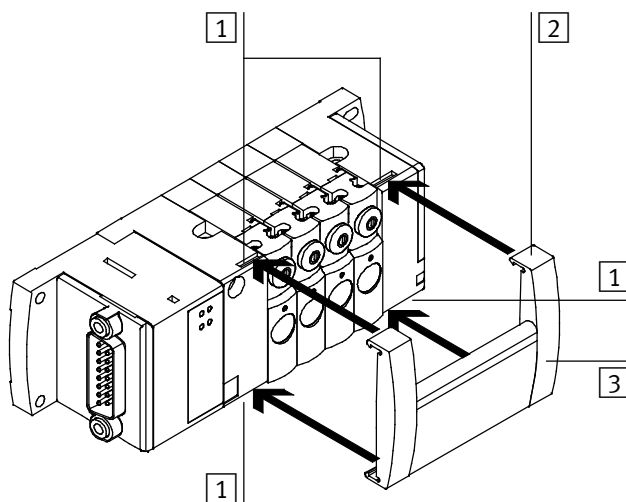

Bild 2/8: Montage des Schilderträgers
2. Klappen Sie das bewegliche Element des Schilderträgers auf (→ Bild 2/9).